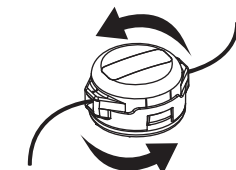

Fig. 18
3. Sujete la perilla del cabezal de corte y haga girar el cabezal de corte en sentido antihorario para enrollar la línea en la bobina hasta que salga 5 pulgadas (12.7 cm) por cada lado del cabezal de corte (Fig. 18).